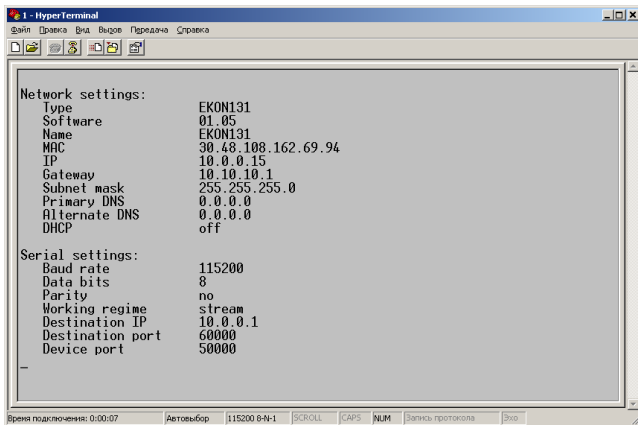

Рисунок 4.10 – Отображение текущих настроек прибора
- подключиться к последовательному порту при помощи любого терминала, например, "HyperTerminal" (см. рисунок 4.10).